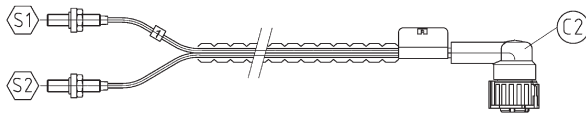

Abb. 4
- 1 x Sensorsatz mit 2 Sensoren – nur für Fernanzeige (Abb. 4).